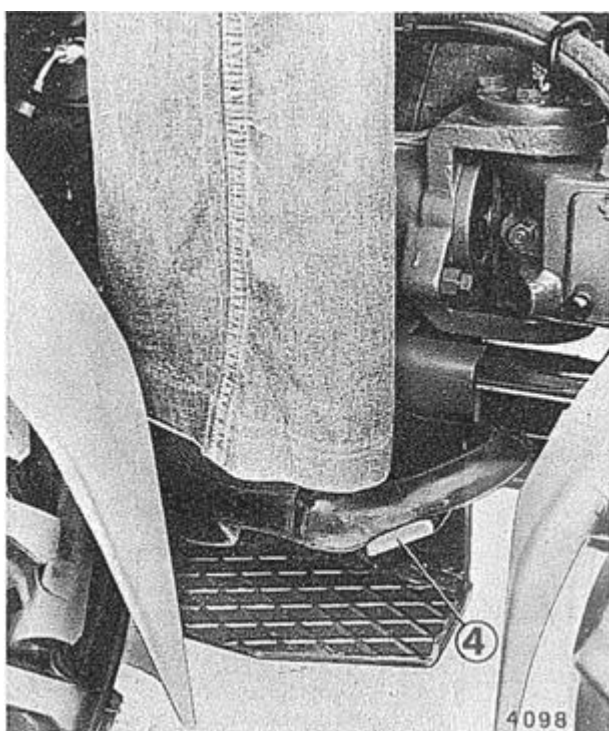

Figure 10 – Frein principal
De type mécanique à commande par pédale (4) agit sur les roues arrière du tracteur (fig. 10).